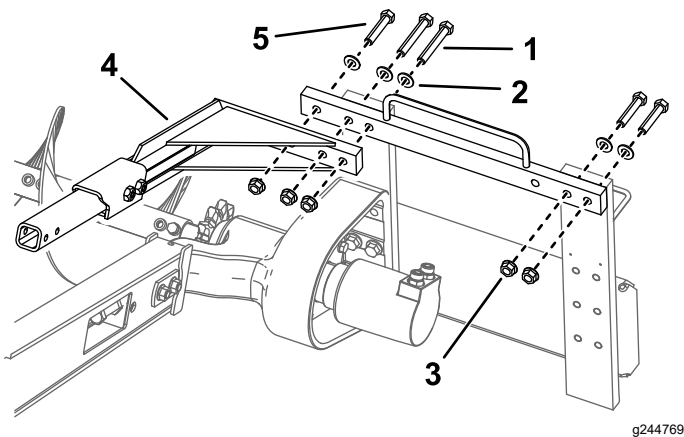

Figura 9
- Perno (6)
- Retire los 2 pernos (5/8" x 3"), las 2 arandelas y las 2 tuercas que fijan el lado derecho del chasis superior y muévalos a los taladros correspondientes a la izquierda (Figura 9).
- Instale la barra de seguridad sobre la cadena de la zanjadora usando los 3 pernos, las arandelas y las tuercas que retiró anteriormente (Figura 9).